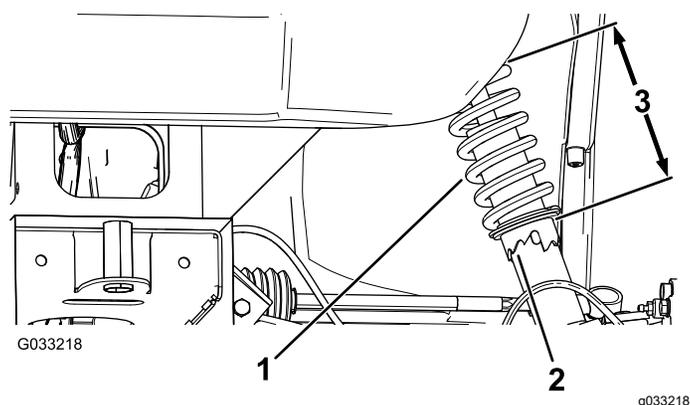

Рисунок 46
1. Используя инструмент (№ 132-5069 по каталогу Toro), поверните кольцо на амортизаторе, чтобы изменить длину пружины (Рисунок 46).